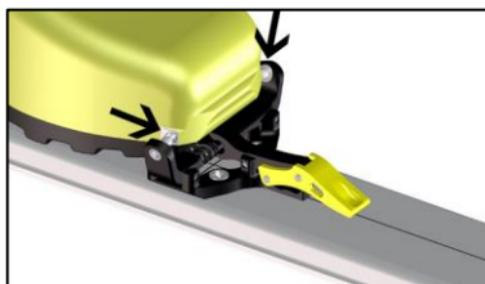
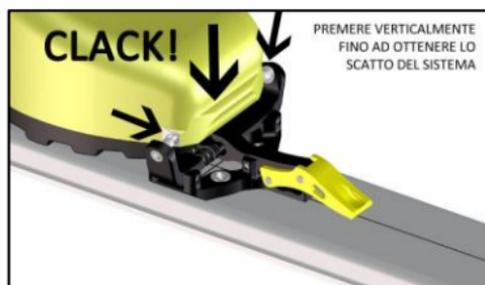
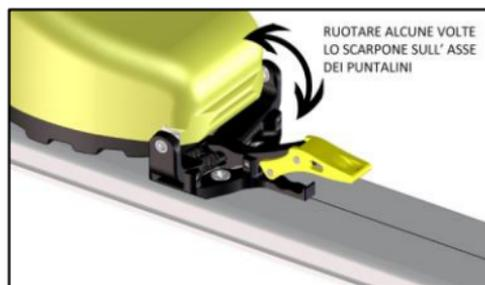

FIGURA 18
FIGURA 19
FIGURA 20
- Avvicinare la punta scarpa al puntale, portando le due sedi dell'inserto metallico anteriore dello scarpone in corrispondenza dei puntalini di aggancio dell'attacco (**FIGURA 18**). Da questa posizione, premere la punta scarpa verso il basso (verticalmente) generando lo scatto del sistema elastico che andrà a chiudersi sullo scarpone (**FIGURA 19/20**). Far oscillare poi alcune volte lo scarpone sull'asse dei puntalini, per verificare il corretto accoppiamento scarpone attacco, come mostrato in **FIGURA 20**.